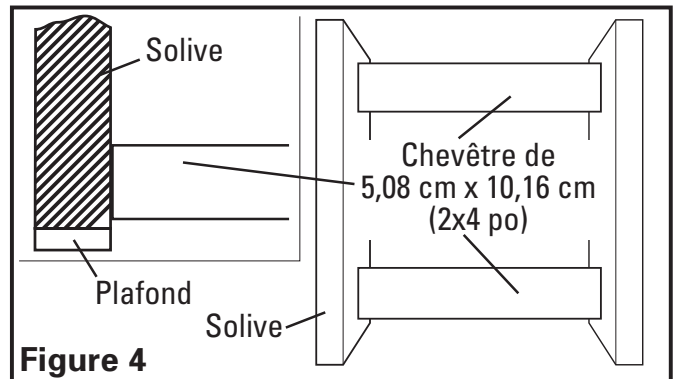

Figure 4
- 1c. **Installation sur des solives de 61 cm (24 po) au centre ou plus larges que des solives de 40,6 cm (16 po):** Installer deux chevêtres de 5,08 cm x 10,16 cm (2x4 po) (non-compris) entre les solives (**Figure 4**). Installer les supports de montage dans le second jeu de fentes sur le châssis du ventilateur et fixer en place avec les quatre écrous #10-32 inclus tel qu'indiqué. Centrer le châssis du ventilateur entre les solives et fixer les supports de montage avec des vis ou des clous (non-compris) au chevêtre. Ajuster la hauteur du châssis pour qu'il soit à effleurement avec le plafond fini en desserrant les écrous de support de montage et en glissant le châssis vers le haut ou vers le bas sur le support de montage. Serrer à fond tous les quatre écrous pour fixer le châssis en place. (**Figure 5**).